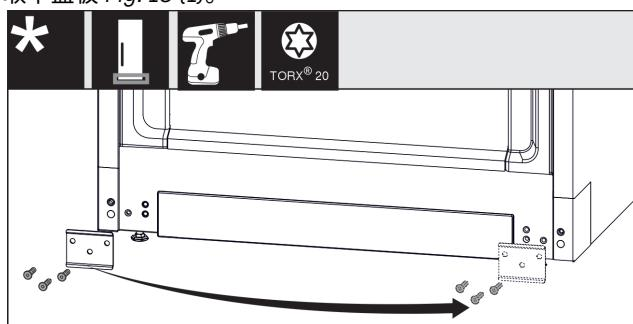

Fig. 19
- ▶ 拧下金属板 Fig. 19 (1), 将其移到另一侧, 然后重新拧紧。